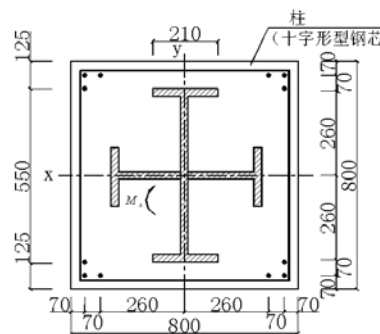

图 1
(3) 钢筋混凝土压弯构件：方形截面  $500 \times 500 \text{mm}$ ， $N=1000 \text{kN}$ ，计算长度  $L_0=7000 \text{mm}$ ，两端铰支，C40 混凝土，HRB400 纵筋，纵筋  $12\Phi 25$ ，HPB300 箍筋  $\Phi 10@200$ ，计算其水平荷载-中截面挠度全过程曲线；注：水平荷载作用于中截面位置。
(4) 型钢混凝土短柱：方形截面  $800 \times 800 \text{mm}$ ，长度  $L=2400 \text{mm}$ ，C40 混凝土，HRB400 纵筋， $12\Phi 22$ ，HPB300 箍筋  $\Phi 10@200$ ，构造如图 1 所示，型钢为 Q345，H 型钢截面为： $550 \text{mm} \times 210 \text{mm} \times 11.1 \text{mm} \times 17.2 \text{mm}$ 。计算其轴向荷载-变形全过程曲线。
(5) 型钢混凝土长柱：方形截面  $800 \times 800 \text{mm}$ ，计算长度  $L_0=8000 \text{mm}$ ，两端铰支，C40 混凝土，HRB400 纵筋， $12\Phi 20$ ，HPB300 箍筋  $\Phi 10@200$ ，构造如图 1 所示，型钢为 Q345，
(6) 型钢混凝土压弯构件：方形截面  $800 \times 800 \text{mm}$ ， $N=2000 \text{kN}$ ，计算长度  $L_0=9000 \text{mm}$ ，两端铰支，C40 混凝土，HRB400 纵筋  $12\Phi 20$ ，HPB300 箍筋  $\Phi 10@200$ ，构造如图 1 所示，型钢为 Q345，H 型钢截面为： $550 \text{mm} \times 210 \text{mm} \times 11.1 \text{mm} \times 17.2 \text{mm}$ 。计算其水平荷载-中截面挠度全过程曲线；注：水平荷载作用于中截面位置。
(7) 钢管混凝土短柱：方形截面  $500 \times 500 \times 12 \text{mm}$ ，长度  $L=1500 \text{mm}$ ，C40 混凝土，Q345 钢材，计算其轴向荷载-变形全过程曲线；